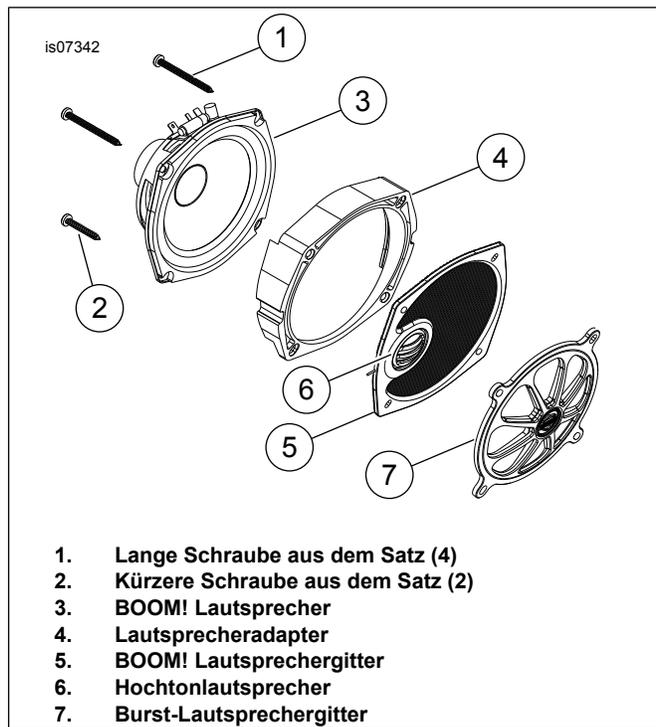

Abbildung 2. BOOM! Lautsprechereinbau (linke Seite dargestellt)
2. Siehe Abbildung 2. Das Burst-Lautsprechergitter (7) an der Stirnseite des BOOM! Lautsprechergitters (5) ansetzen.
4. Die Befestigungslöcher in Lautsprecher, Adapter und Gitter aufeinander ausrichten. (1) aus dem Satz anbringen, um alle drei Komponenten durch die zwei oberen Löcher an der Innenverkleidung zu sichern.
5. Eine Schraube (2) aus dem Satz in das äußere, untere Loch einsetzen und die Stützstrebe der Verkleidung unter dem Schraubenkopf erfassen. Das innere, untere Loch wird nicht verwendet.